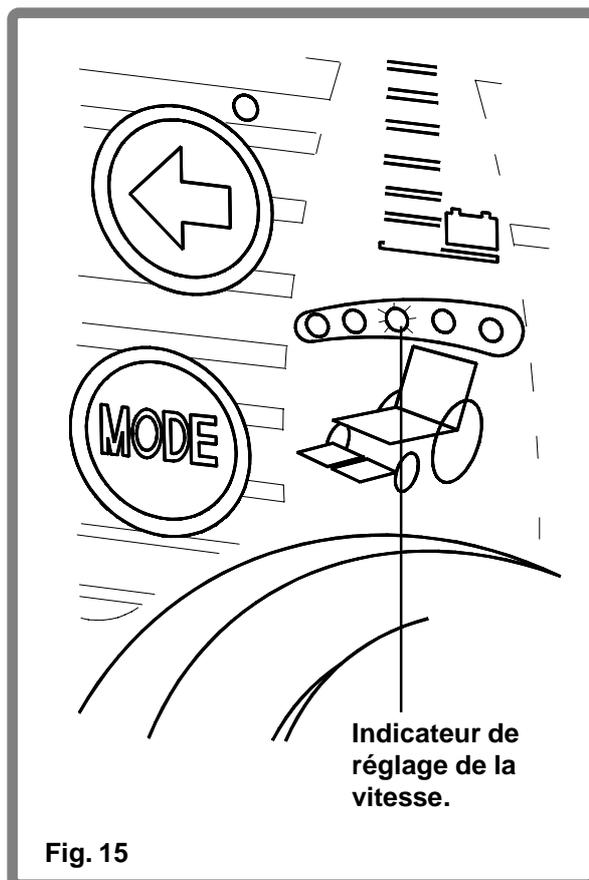

Fig. 15
1. Appuyer sur le bouton de mode jusqu'à ce que le voyant de réglage de la vitesse clignote (Fig. 15).